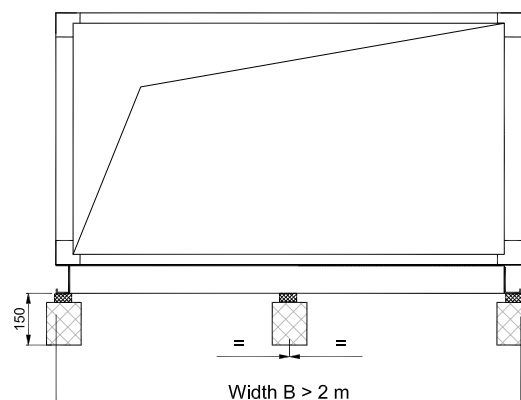

Рис. 10
- **ВАЖНО.** Центральные кондиционеры шириной 2 м и более должны быть дополнительно оборудованы продольной опорной балкой, проходящей под центром по всей длине системы, как показано на рис. 10. Если возникнут сомнения, обратитесь к местному поставщику услуг компании OC IMP Klima.